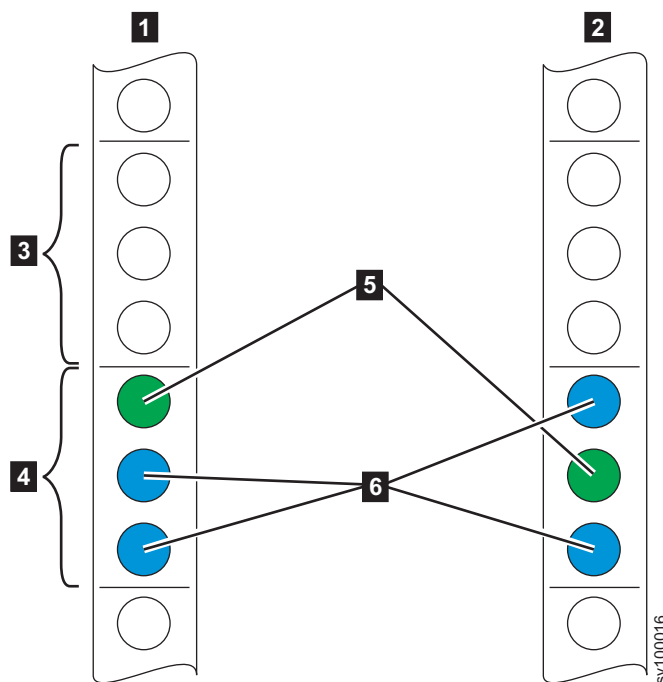

图 21. 识别机架空间
2. 选择机架中可用于安装节点的 2U 空间（取决于您要安装的节点），如第 21 页的图 21 中所示。